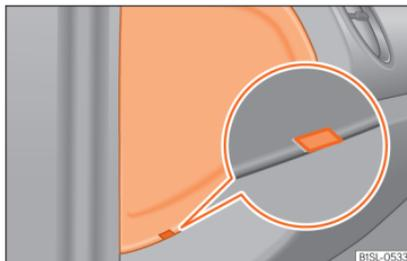

Abb. 44 Auf der Fahrerseite: Abdeckung des Sicherungskastens in der Instrumententafel.
- Führen Sie einen flachen Gegenstand, z.B. einen Schraubendreher, in die Aussparung »» **Abb. 44** ein und hebeln Sie die Abdeckung vorsichtig heraus.